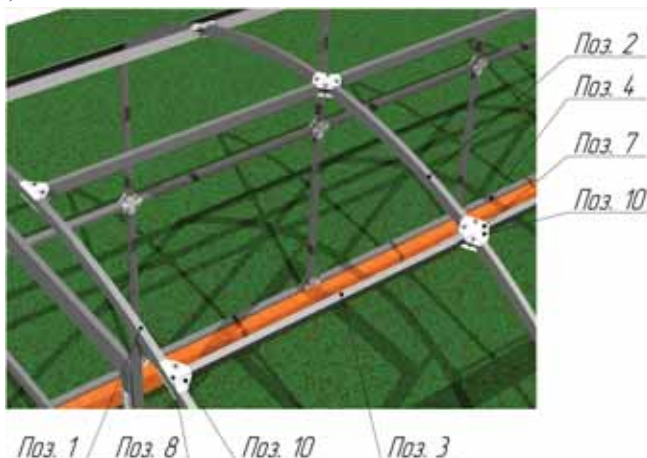

Рис. 10. Монтаж дуг
7. Соединить обе полученные конструкции стяжкой (Поз.3) путем вставки поочередно обоих ее торцов в крепление-спайдер «Х-образный» (Поз.7) и крепление-спайдер «Т-образный» (Поз.8) с последующей затяжкой (рис.10).